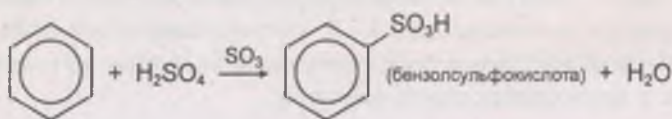

Рис. 117
3) сульфирование — реакция осуществляется с помощью концентрированной серной кислоты или олеума. Олеум — это раствор серного ангидрида в безводной серной кислоте. В процессе реакции атом водорода замещается сульфогруппой, при этом образуется моносulfокислота (рис. 117);